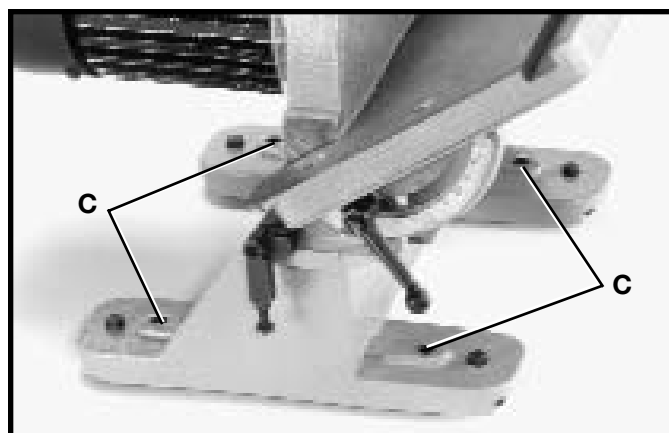

Fig. 4
IMPORTANTE: SI EXISTE CUALQUIER TENDENCIA POR PARTE DE LA LIJADORA A VOLCARSE, DESLIZARSE O “CAMINAR” SOBRE LA SUPERFICIE DE APOYO DURANTE EL FUNCIONAMIENTO, LA LIJADORA DEBE AFIANZARSE A LA SUPERFICIE DE APOYO UTILIZANDO LOS CUATRO AGUJEROS (C) FIG. 4.